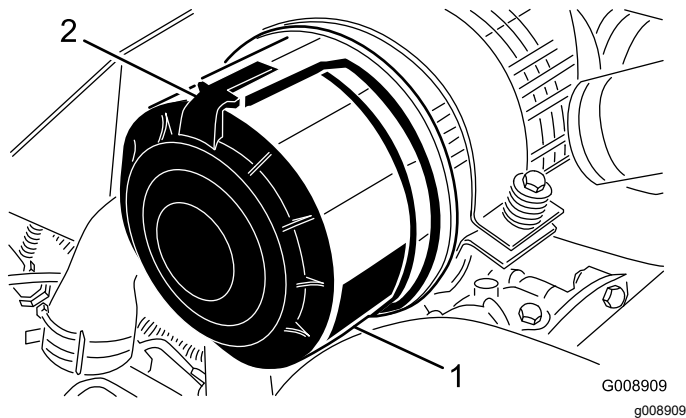

Bild 90
1. Lösen Sie die Riegel, mit denen die Abdeckung des Luftfilters am Luftfiltergehäuse befestigt ist (Bild 90).